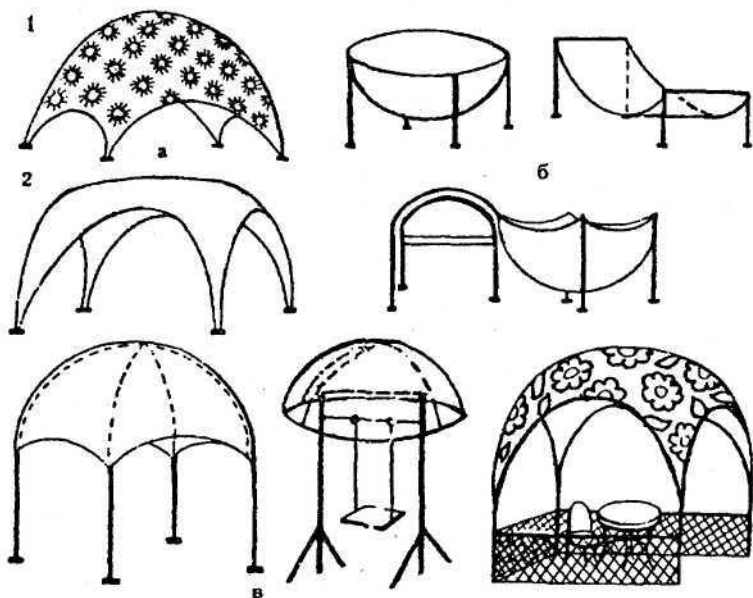

Рис. 13. Навесы из самодельного пластика
чится одной формы. Если нити ткани будут расположены по диагонали (под углом 45° к краю полотнища)—другой формы. *Нарис. 13 а*, показаны два купола из одинаковых квадратных полотнищ. У одного (1) нити идут параллельно краям, у другого (2) - по диагонали.
Если на полотнище нашить усиливающую тесьму, например, крестообразно, то форма купола изменится. *Нарис. 13 б*, показаны варианты получения различных форм навесов, при этом используют специальные подставки из гнутой фанеры, труб, досок, покрытых или обернутых полиэтиленовой пленкой (благодаря этому ткань не приклеивается к подставкам).
При создании большой оболочки необходимо тщательно продумать и изготовить для нее устойчивый каркас. Его обычно делают из металлических прутиков или тонких труб (рис. 13 в).